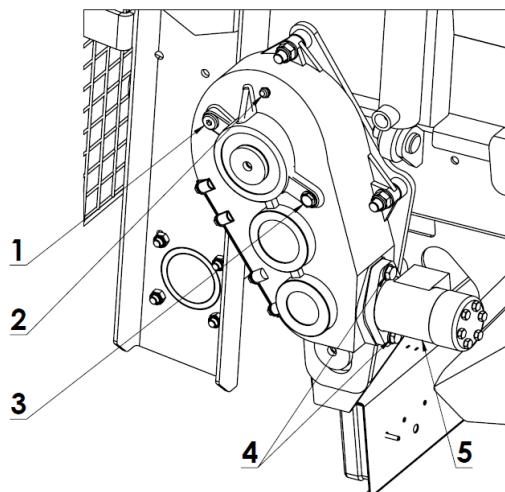

Рисунок 21-й Точки контроля уровня масла редуктора напольного конвейера:
Для слива масла из редуктора напольного конвейера (рисунок 21) открутите болты (3) и выньте гидравлический двигатель (4). Через заливное отверстие (1) заливайте новое масло в редуктор до тех пор, пока оно не появится в контрольном глазке (3). Правильный уровень масла достигается тогда, когда масло видно посередине контрольного глазка.